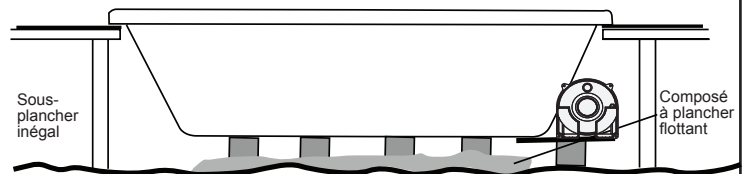

Figure 12
- Placez le gabarit de manière à ce que les lignes du montage en dessous désiré soient alignées avec le rebord comme dans l'illustration (figure 12).